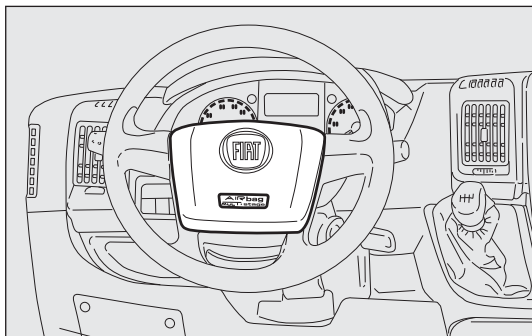

fig. 144
**AIR BAG FRONTALE LATO GUIDATORE****fig. 144**